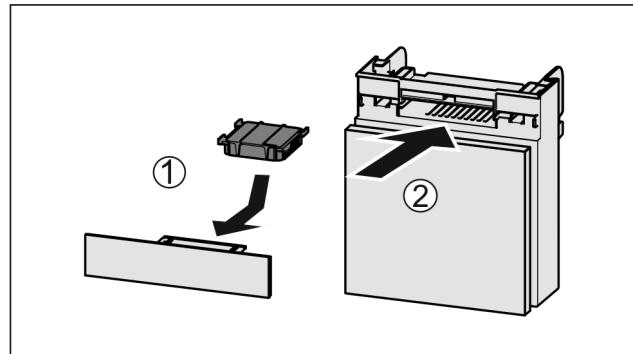

Fig. 83
- Vložte aktívny uhlíkový filter podľa obrázka Fig. 83 (1).
► Zasuňte zásuvku Fig. 83 (2).